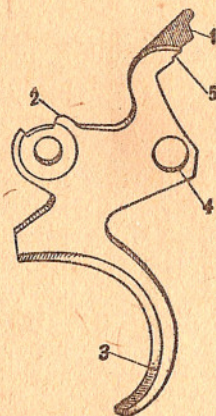

Рис. 14. Спусковой крючок:
15. **Спусковой крючок** (рис. 14) служит для поднятия и опускания ползуна, удержания курка на